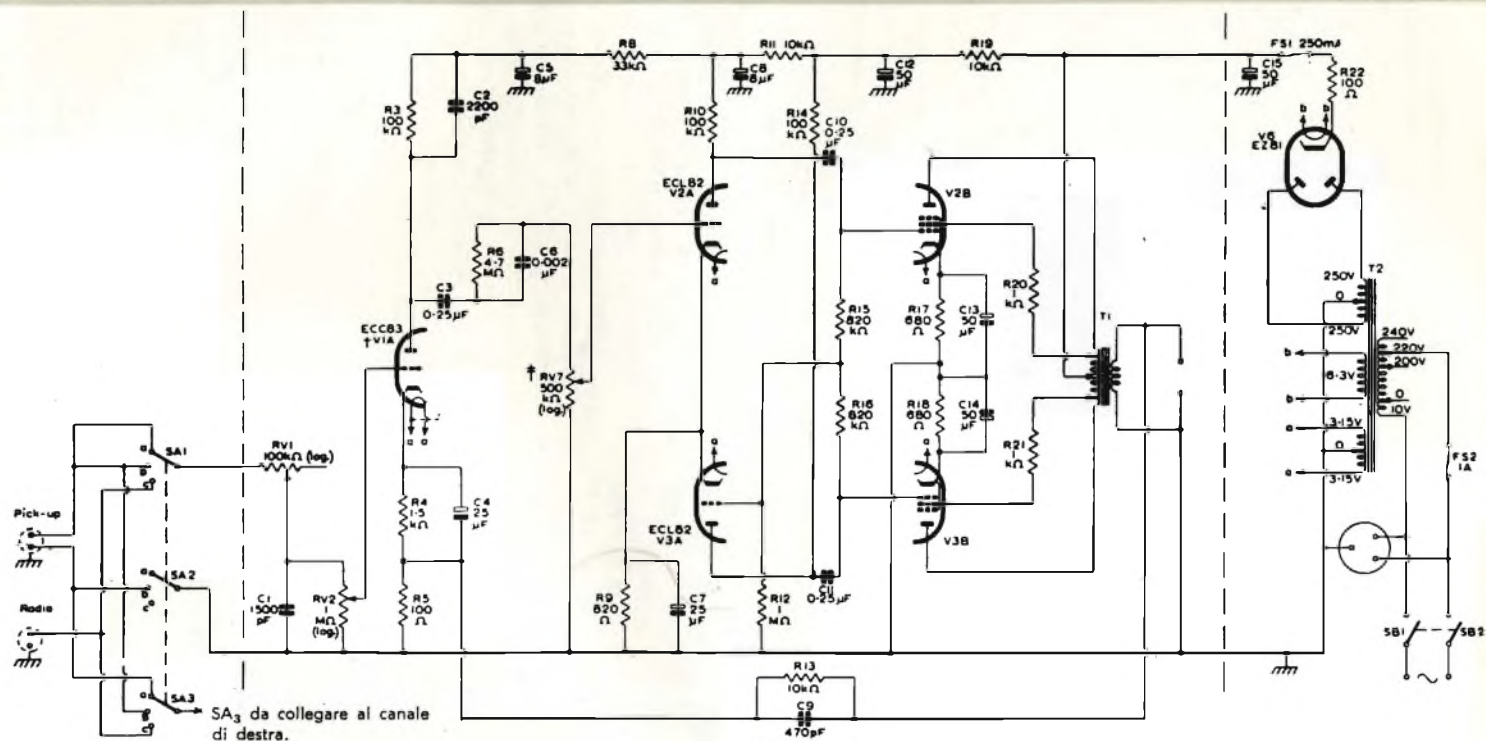

Fig. 3 - Schema elettrico del circuito dell'amplificatore stereofonico da 7 W (è indicato soltanto il canale di sinistra).
Lo schema rappresentato in fig. 3 è quello di un amplificatore bicanale di alta qualità progettato appositamente per la riproduzione stereofonica e capace di offrire una buona prestazione anche per riproduzione monoaurale. Nella figura è stato disegnato il circuito relativo ad un solo canale; la parte compresa tra le linee verticali tratteggiate appartiene al canale di sinistra e deve essere ripetuta identicamente per quello di destra. La parte di circuito esterna alle linee tratteggiate (la alimentazione, per esempio) è comune ai due canali.
Gli stadi d'ingresso dei due canali sono collegati al selettore a 3 vie SA. Le posizioni indicate in fig. 3 offrono le seguenti possibilità di utilizzazione:
- riproduzione monoaurale a due canali con prelievo del segnale da un normale fonorivelatore. In questo caso viene mantenuto, rispetto all'utilizzazione precedente, il collegamento del terminale d'ingresso del canale di sinistra ($a = b$ per SA₁ in fig. 3) e i due canali sono collegati in parallelo. Nella posizione **b** di SA₂ viene collegato a massa il terminale della testina stereofonica che era precedentemente collegato con l'ingresso del canale di destra (posizione **a** di SA₃). Se il contatto **b** di SA₃ viene collegato a massa anziché al contatto **b** di SA₁ si può ottenere la riproduzione monoaurale utilizzando un singolo canale.
- riproduzione monoaurale a due canali con prelievo del segnale da un sintonizzatore a modulazione di frequenza. I morsetti d'ingresso della fig. 3 sono predisposti per la riproduzione monoaurale. Se il contatto **c** di SA₃ viene collegato anziché al contatto omonimo di SA₁, all'altro morsetto d'ingresso (in fig. 3 radio), il circuito può essere usato per la riproduzione di trasmissioni stereofoniche. Se ancora lo stesso contatto **c** di SA₃ è messo a massa, il sistema può essere usato per la riproduzione monoaurale, ad un solo canale, del segnale prelevato dal sintonizzatore a modulazione di frequenza.
La percentuale di distorsione armonica totale viene misurata applicando all'ingresso un segnale continuo sinusoidale a 400 Hz. Con la controeazione di 21 dB. e per una potenza d'uscita di 7 W per canale, la distorsione risulta sempre inferiore allo 0,5 % (v. fig. 3).